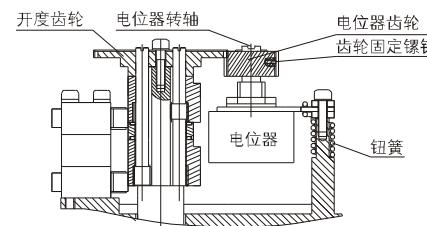

图7
3、电位器的调整（图7）适用于C、D型
- ①用手柄驱动执行机构向中间位置运行使指针正指向50%刻度线。
- ②使电位器齿轮和开度齿轮啮合好（齿轮固定螺钉朝向朝外，易于锁紧）。
- ③如图7，用万用表测量电位器始端和终端阻值（电位器1、3脚间阻值），记下阻值R。（如无特别要求，电位器出厂默认为 $1K\Omega \pm 3\%$ ）
- ④将万用表两表笔分别接在电位器动臂（电位器2脚）和另外任意一端上，用平口起子缓缓转动电位器转轴，观察万用表读数，当阻值为 $R/2 \pm 2\Omega$ 时，停止调整电位器转轴，并锁紧齿轮固定螺钉。